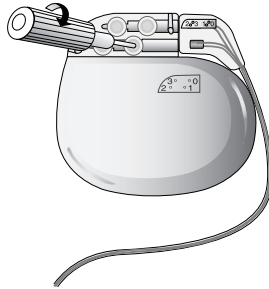

Figura 2. Aperto dos parafusos de fixação no anel autovedante
4. Introduza totalmente a chave dinamométrica no anel autovedante do bloco de ligação e aperte cada parafuso de fixação (Figura 2).
Nota: A chave dinamométrica deve ser orientada para o mesmo ângulo do parafuso de fixação (Figura 2).